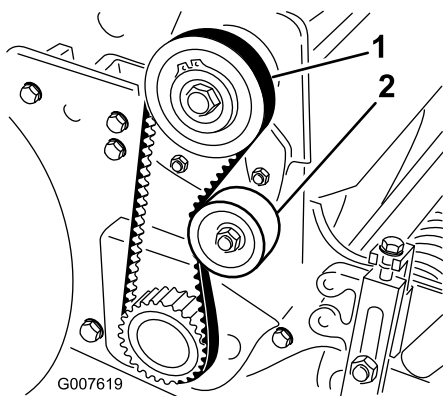

図 35
2. プーリ間の中央部で図 35、18-22 N(2.3-2.7 kg)程度の力でベルトを指で押して張りを点検する。ベルトのたわみが 6mm あれば適正とする。
- A. アイドラプーリ固定ナットをゆるめ、プーリを右に倒してベルトの背に押しつけて、適当な張りを出す図 35。